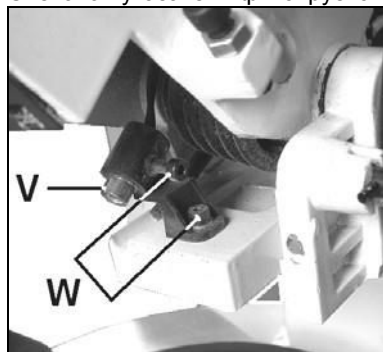

Рис. 10
Световой указатель (V, Рис. 10) необходимо установить таким образом, чтобы луч указывал на линию распила. Световой указатель фиксируется винтами (W).